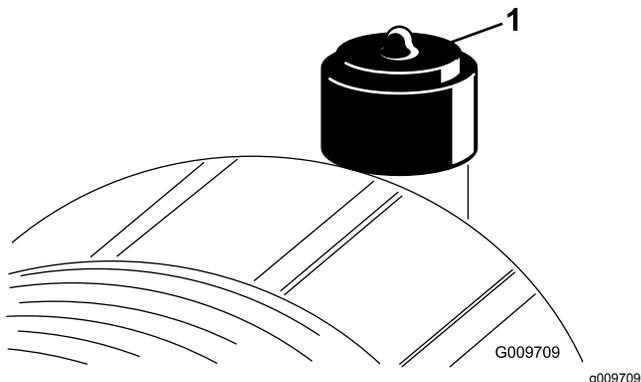

Figura 76
Effettuate la manutenzione del filtro dell'aria quando l'indicatore (Figura 76) lo richiede. Sostituendo il filtro dell'aria prima del necessario si aumenta il rischio che la morchia penetri nel motore quando si toglie il filtro.
2. Se la spia (Figura 76) è rossa, resettatela.